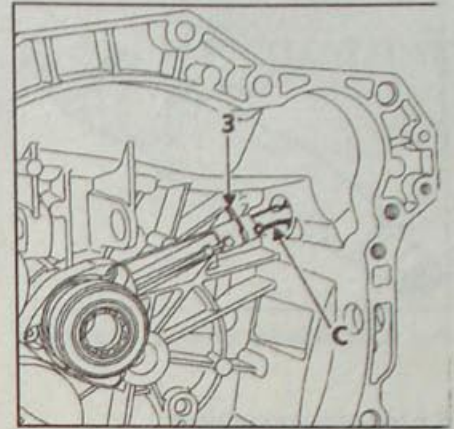

Рис. 5.13. Расположение фиксатора (3) крепления штуцера (С) рабочего цилиндра сцепления
- Снимите фиксатор (3, рис. 5.13) и отсоедините штуцер от рабочего цилиндра привода сцепления.